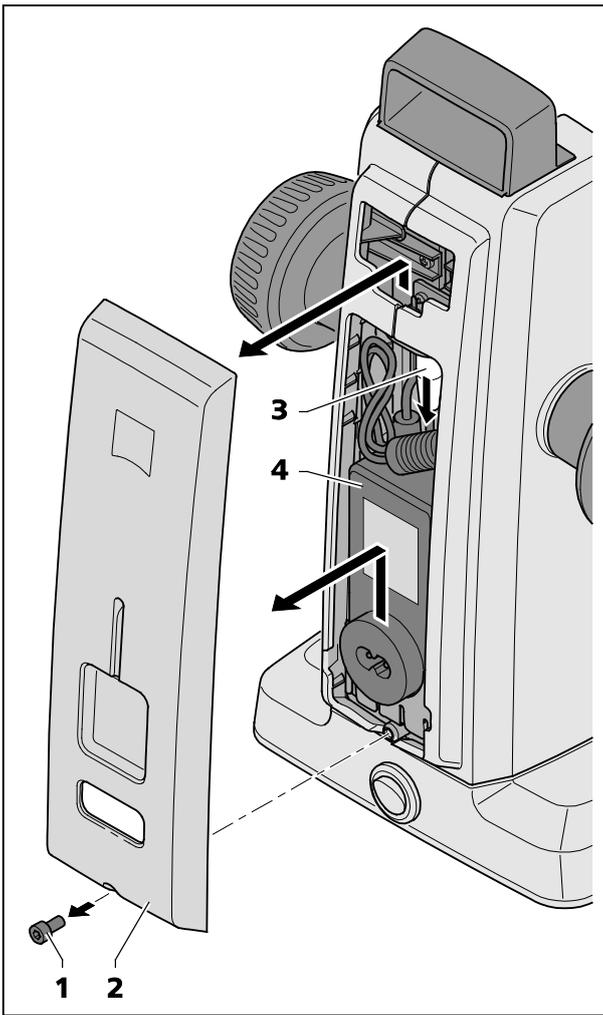

图 21 更换电源
- 用内六角扳手松开外壳盖下面的螺丝 (图 21/1)。
- 将下面的外壳盖 (图 21/2) 轻轻拔出，再向上按压。
- 松开插头 (图 21/3)，取下损坏的桌面式电源 (图 21/4)。